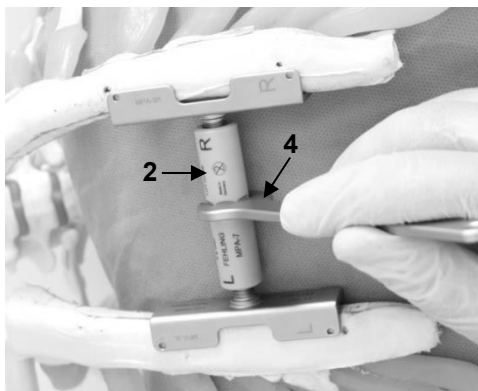

Fig. 9
Ajuster la largeur d'ouverture du sternum aux exigences chirurgicales. La rotation de l'écrou en PEEK (1) à l'aide de la clé plate (2) (voir section 8) *Accessoires nécessaires*) permet de faire varier la distance entre les lames sternales (fig. 9).